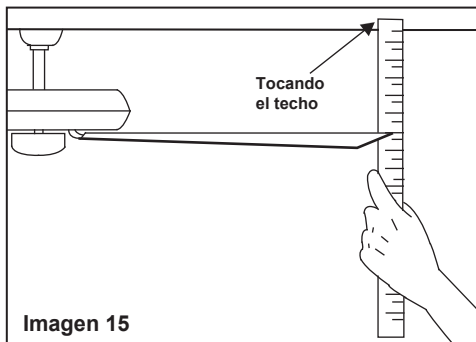

Imagen 15
2. La mayoría de los problemas de bamboleo del ventilador son causados cuando los niveles de las aspas son desiguales. Compruebe este nivel seleccionando un punto en el techo por encima de la punta de una de las aspas. Mida esta distancia como se muestra en la imagen 15. Gire el ventilador hasta que el siguiente aspa esté posicionada para la medición. Repítalo en cada aspa. La desviación de la distancia debe ser igual a un rango de 3,175 mm.